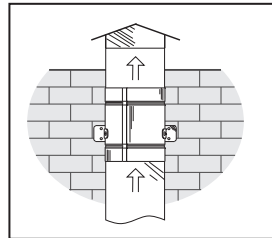

Рис. 13
1. В случае вертикального монтажа: установите сверху защитный зонтик (рис. 13).